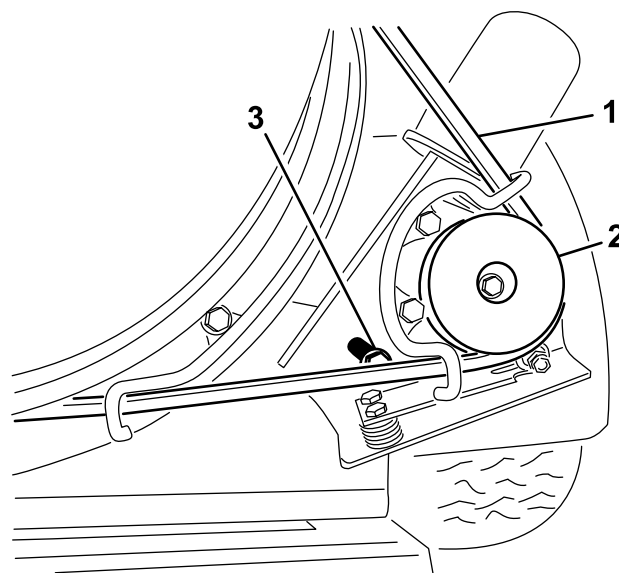

Figura 34
1. Allentate i bulloni che fissano la staffa di supporto della puleggia al telaio del soffiatore (Figura 34).